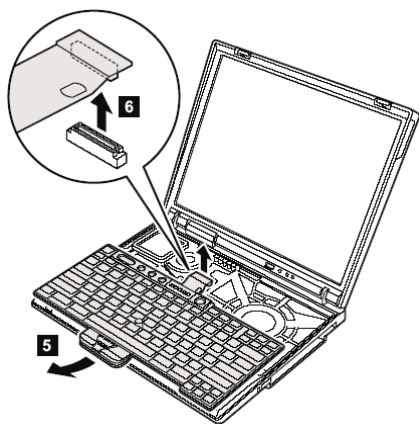

图 6-20 取下键盘与主板的连线
3) 取下键盘与主板的连线后，就可以移出键盘了，如图 6-20 所示。